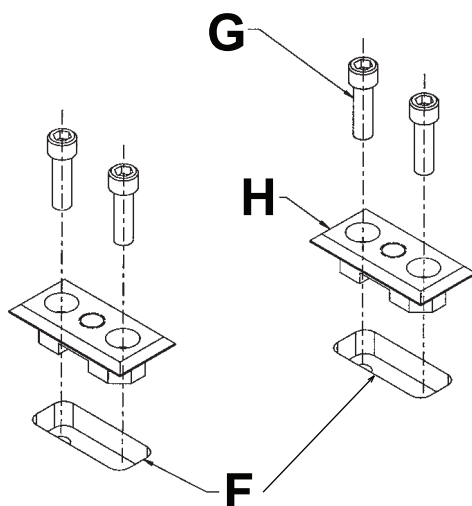

Figura 3 – Taglio delle aperture incassate in corrispondenza dei fori di posizionamento
3. Tagliare sul pavimento delle aperture incassate da 1 pollice x 2-1/2 pollice x 9/16 di pollice di profondità (2,5 x 6,4 x 1,4 cm) (F) centrate sui fori di posizionamento (Figura 3).